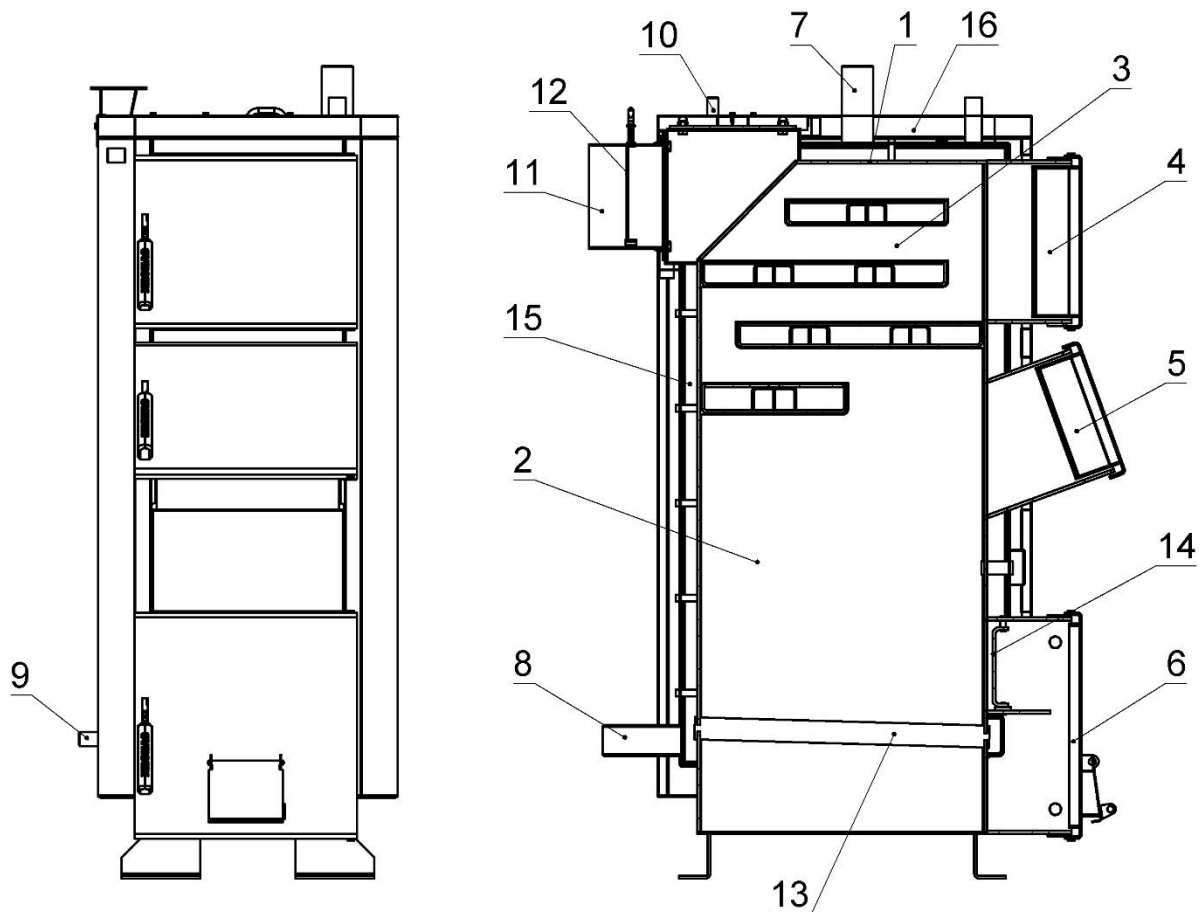

Рисунок 5.1 – Зовнішній вигляд та основні елементи котла типу КТК
Конструктивно котел являє собою збірно-зварену конструкцію, що складається з корпусу (поз. 1, рис. 5.1) з камерою згоряння (топкою) (поз. 2, рис. 5.1). Над топкою розташована конвекційна частина котла (поз. 3, рис. 5.1), що являє собою високоефективний трьохходовий теплообмінник.
Корпус котла виконаний в формі паралелепіпеду з подвійними стінками, які розділені водними перегородками (поз. 15, рис. 5.1). На зовнішній поверхні корпусу під декоративною обшивкою закріплена теплова ізоляція. (поз. 16, рис. 5.1). Паливо для процесу спалення завантажується на колосникові ґрати (поз. 13, рис. 5.1) крізь завантажувальні дверцята (поз. 5, рис. 5.1). Колосникові ґрати виконані з товстостінних безшовних труб по яких постійно циркулює вода з водяної оболонки котла, що унеможливорює їх прогорання. Згоряння палива в топці відбувається за участю повітря, яке постачається під колосникові ґрати припливним вентилятором. Кількість повітря, необхідного для процесу згоряння, регулюється автоматично блоком автоматики управління.
Підведення і відведення теплоносія здійснюється відповідно через патрубки зворотної мережної води (поз. 8, рис. 5.1) і прямої мережної води (поз. 7, рис. 5.1).
Топочні гази виходять у димохід крізь боров (поз. 11, рис. 5.1), розташований у задній частині котла. Боров обладнано вбудованим дросельним клапаном продуктів згоряння – шибером (поз. 12, рис. 5.1). У випадку надто високої тяги у димоході шибер дає можливість її знизити шляхом часткового перекривання вихідного отвору борова.
У верхній частині корпусу котла розташований штуцер для встановлення групи безпеки котла (поз. 10, рис. 5.1).
На бічній стінці корпусу у нижній її частині розміщено штуцер для зливу води з котла (поз. 9, рис. 5.1).
- дверцята для періодичного обслуговування (чищення) конвекційної частини котла (поз. 4, рис. 5.1);
- ревізійний дверцята (поз. 6, рис. 5.1) для періодичного чищення колосникових ґрат.